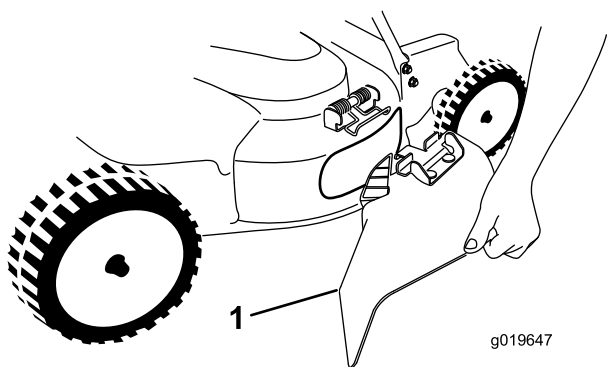

Figura 25
- Para instalar el conducto de descarga lateral (Figura 25), tire hacia arriba del muelle, coloque el conducto sobre la abertura, y baje el muelle sobre las pestañas de la parte superior del conducto de descarga.